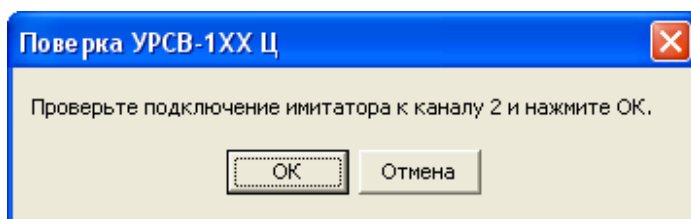

Рис. 48. Вкладка проверки подключения 2 канала к стенду СА-01
2.7.7. По завершению поверки 1 канала программа автоматически формирует отчет поверки 1-го канала и, в случае двухканального исполнения прибора, на мониторе появляется вкладка (рис. 48):